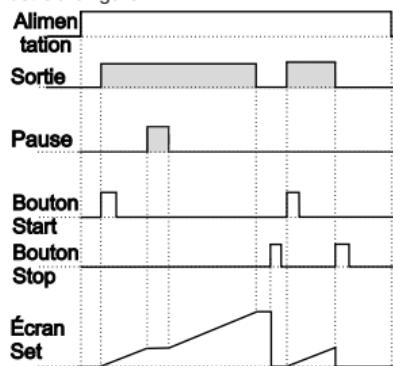

Figure 2.3
1.4.1 Si le comptage est  $\text{dEct} = 0$  et que  $\text{outF}$  est  $\text{o-n}$ , le schéma de commande sera celui illustré à la figure 2.3